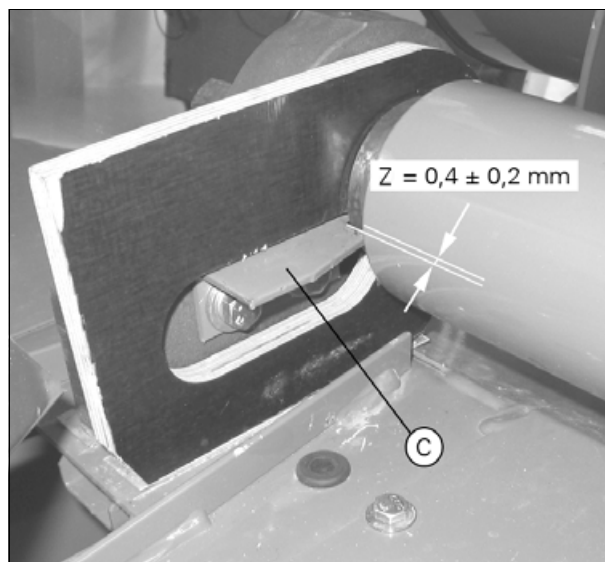

Рис. 24.
8. Отрегулируйте скребки (С), так чтобы расстояние (Z) от ролика составляло  $0,4 \pm 0,2$  mm (рис. 24).